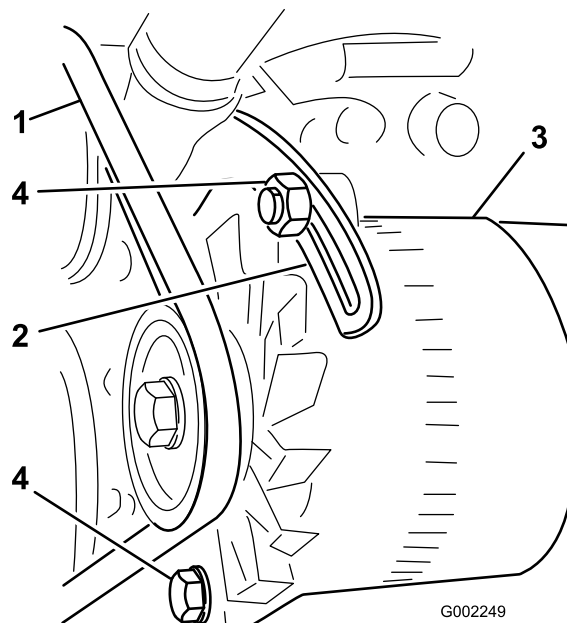

Figure 55
3. Desserrez les boulons de fixation du renfort au moteur et le boulon de fixation de l'alternateur au renfort (Figure 55).